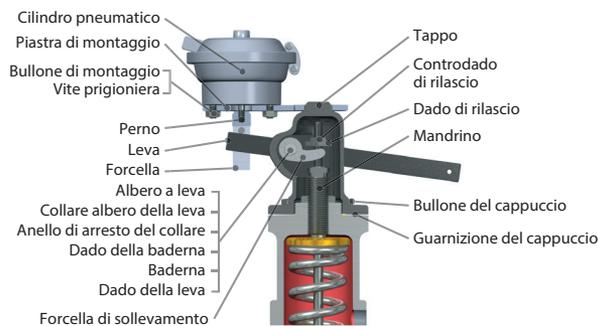

Figura 44: Leva rivestita azionata ad aria
Il dispositivo di sollevamento ad aria è progettato per aprire completamente la valvola con il 75% della pressione di taratura sotto il disco della valvola in conformità alla Sezione XIII (UV) dell'ASME. Per alcune applicazioni, l'operatore dell'aria può essere progettato per aprire completamente la valvola senza pressione all'ingresso della valvola. Un dispositivo ad aria può essere azionato da un punto remoto e può essere utilizzato come valvola "di esclusione". (Un design tipico è mostrato in Figura 44 e può essere acquistato da Baker Hughes.)